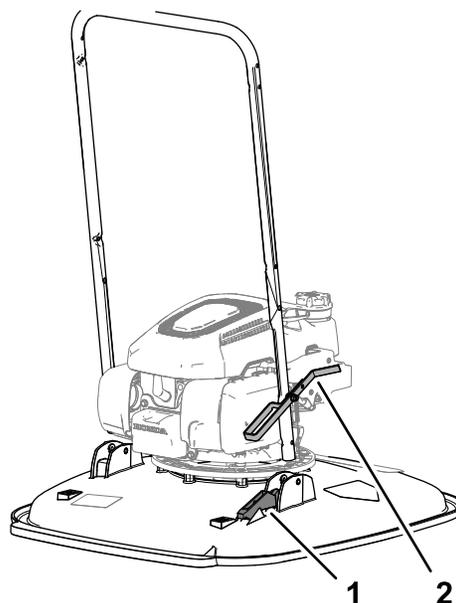

Figure 6
- Alignez la cale au pied du guidon par rapport support sur le plateau (Figure 6).